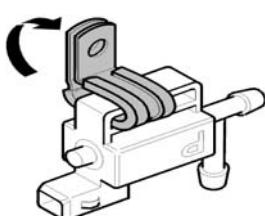

Abb. 3
- Neuen Halter mit Gummisolierung am Taktventil anbringen (Abb. 3).